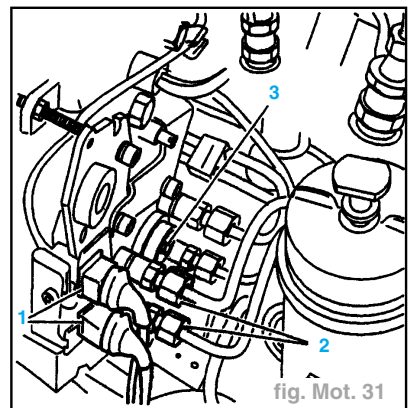

fig. Mot. 31
- Désaccoupler les 2 connecteurs (fig. Mot. 31).
- Rebrancher les connecteurs (1) (fig. Mot. 31).